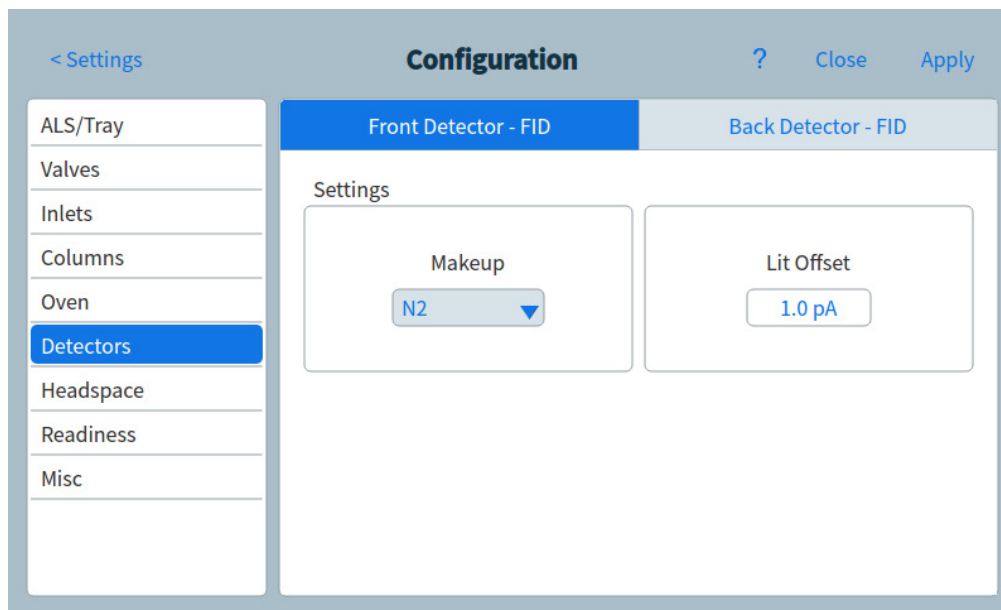

Figura 69. Página de detectores
- 1 Seleccione **Ajustes (Settings) > Configuración (Configuration) > Detectores (Detectors)**, y seleccione la pestaña del detector que desee configurar. Consulte **Figura 69**.